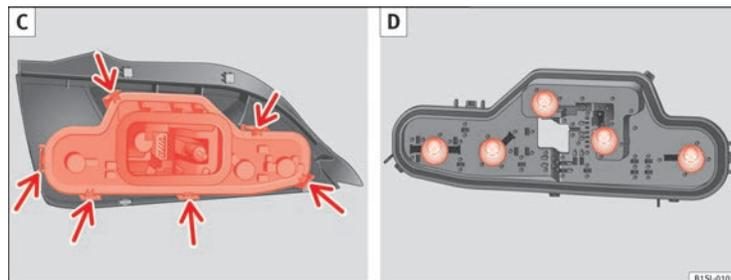

Abb. 149 Rückleuchte: C: Lampenhalter ausbauen, D: Glühlampen ausbauen.
9. Lampenhalter an den Verriegelungslaschen (Pfeile) entriegeln → Abb. 149 C und Lampenhalter aus der Rückleuchte herausnehmen.
10. Ausgefallene Glühlampe durch eine neue Glühlampe gleicher Ausführung ersetzen → Abb. 149 D.
11. Lampenhalter in die Rückleuchte einsetzen. Die Verriegelungslaschen (Pfeile) müssen hörbar einrasten → Abb. 149 C.